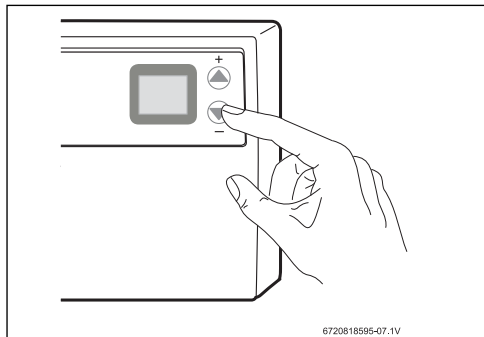

Fig. 19 Decrease temperature
- Pulse ABAJO para reducir la temperatura deseada (Fig. 19).